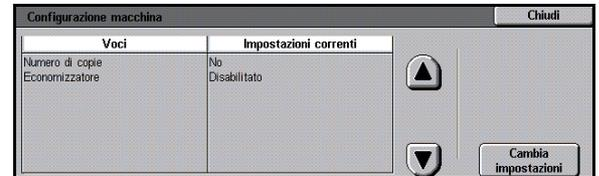

Fig. 36: Schermata Configurazione macchina
- 1 Nella schermata Strumenti, selezionare l'icona **Configurazione macchina** per visualizzare la schermata corrispondente, illustrata in Fig. 36.